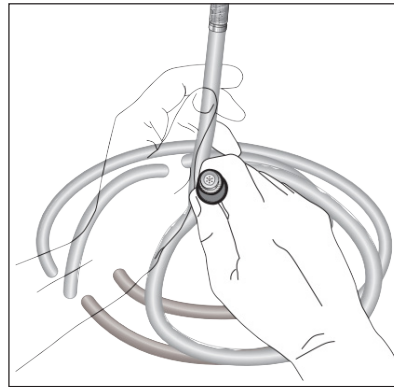

Abbildung 7. Inspizieren Sie das Glasfaserlichtkabel
- Das eine Ende des Kabels auf ein helles Licht richten (bspw. eine Raumleuchte) und dabei das andere Ende auf beschädigte Fasern überprüfen, z. B. schwarze Punkte oder dunkelgraue Bereiche (Abbildung 7). Die Kombination defekter Fasern in Kabel oder Endoskop bewirkt eine reduzierte Lichtübertragung. Der gesamte Prozentsatz an dunklen Stellen im Kabelende sollte nicht mehr als 20 % seiner Gesamtfläche ausmachen.